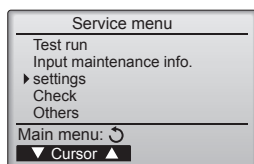

Fig. 6-2
6.2. Controlo remoto (Fig. 6-2)
- ① (Fig. 6-2)